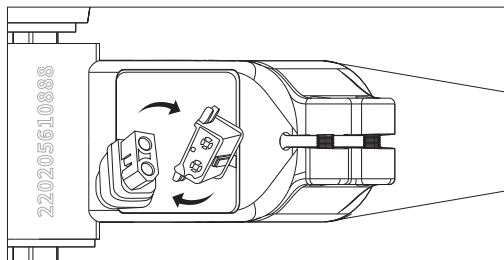

Figura 7-2
- b. Ligar o cabo entre a bateria e o controlador, conforme ilustrado na **Figura 7-2**.